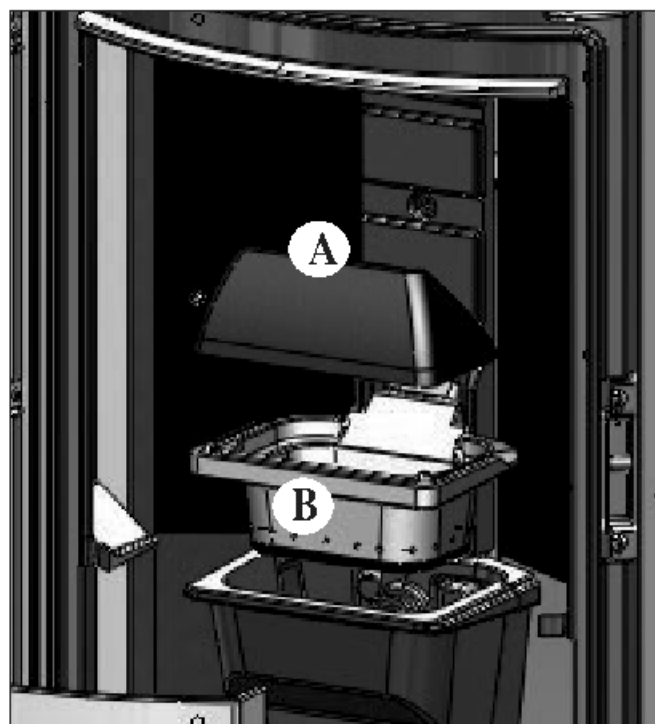
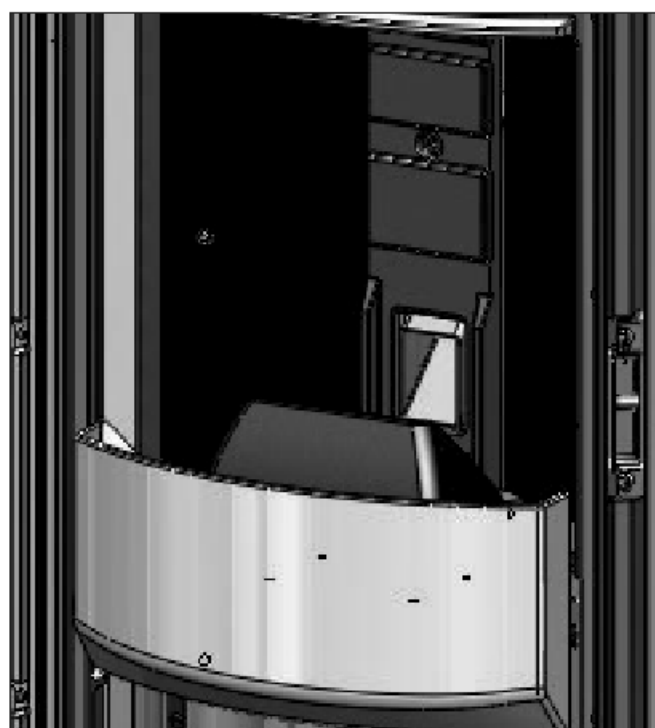

fig. 1
fig. 2
Después de la limpieza normal, el INCORRECTO acoplamiento del crisol superior (A) al crisol inferior (B) (fig. 1) puede poner en peligro el funcionamiento de la estufa. Por lo tanto antes del encendido de la estufa, asegurarse de que los crisoles estén acoplados correctamente como se indica en la (fig 2) sin presencia de cenizas o incombustos en el perímetro de apoyo.